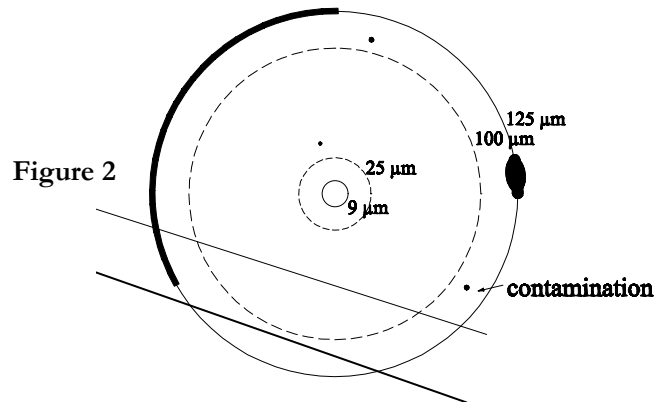

Figure 2
- Critère Photonique (fig. 2) : Produits sur demande seulement (série +) et nécessitant des caractéristiques optimales. Livrés avec rapport d'interférométrie et rapport d'essais à 1310 et 1550nm.